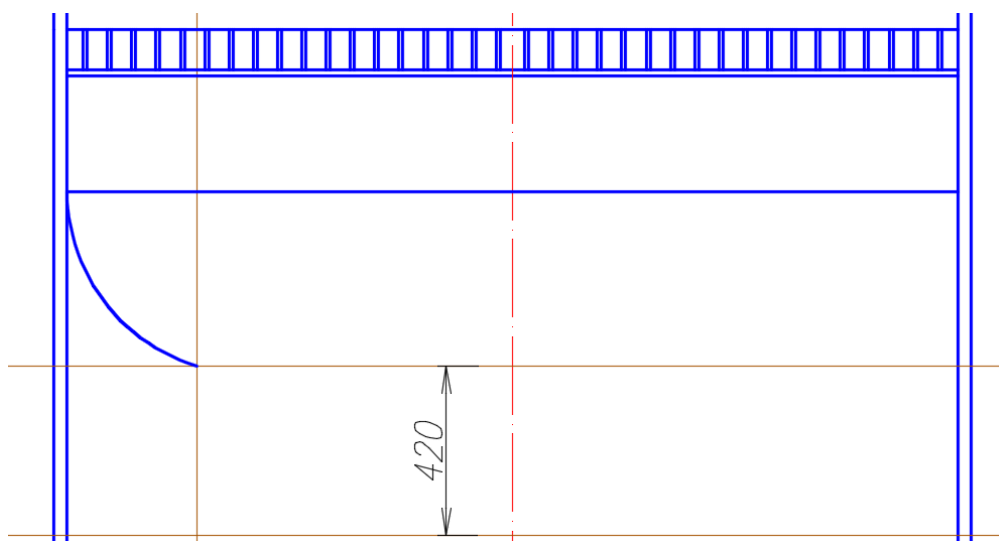

Рис. 98. Выполнение схемы перераспределительного устройства
5.2. Торовая поверхность под решеткой позволяет отводить воду от стен корпуса абсорбера. Для ее выполнения начертить дугу радиусом 450 мм: указать начальную точку *A* дуги с помощью команды *Дуга* (см. рис. 98); ПКМ выбрать опцию *Конец* и указать конечную точку дуги *B*; ПКМ выбрать опцию *Радиус* и указать величину радиуса 450.